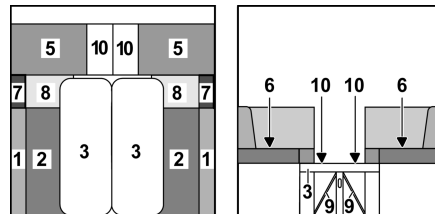

Bild 138 Während des Umbaus
- Einhängebretter für Längssitzbank-Verbreiterung (Bild 138,6) einhängen und entsprechende Polster (Bild 138,7 und 8) auflegen.
- Tisch (Bild 138,3) zum Bettunterbau umbauen (siehe Abschnitt 7.7).
- Griffe ziehen und Klappe (Bild 138,9) der Sitzbankverlängerungen öffnen.
- Sitzbankverlängerungen (Bild 138,10) nach oben klappen und mit den Klappen verkeilen.